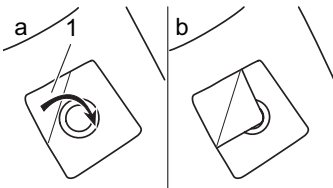

Abb. 20
5. Damit beim Transport kein Staub aus dem Staubbeutel austritt, können Sie diesen mit der Ecke (Abb. 20/1) verschließen.